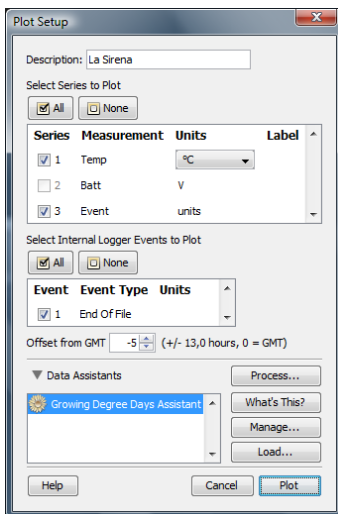

Figura 6. Ventana de Plot Setup o Configuración de la gráfica
6.6 Una vez guardados los datos aparecerá una ventana para la configuración de la representación gráfica de los datos transferidos y guardados. Ver figura 6. En esta ventana aparece la descripción del Logger, y usted podrá seleccionar las opciones de la gráfica con los valores que quiera que se grafiquen (Temperatura, estado de la batería y Eventos). Seleccione Event y la temperatura. Haga Click en PLOT (gráfica).